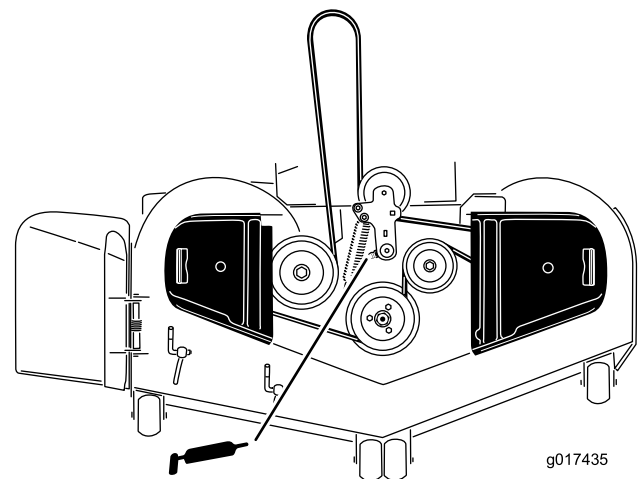

Figura 34
3. Engrase el pivote de la polea tensora de la carcasa de corte hasta que salga grasa por el extremo inferior (Figura 34).